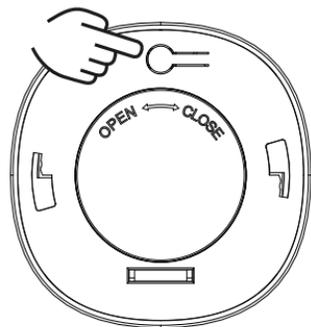

图4
打开APP,选中Zigbee网关,点击添加子设备,然后长按设备对码键5秒(如图4),LED红色指示灯连续闪烁,设备重置,自动向Zigbee网关发送入网请求,Zigbee网关确认后,即可完成入网,并在APP上提示设备添加成功。
3. 工作通电: 用手逆时针旋转打开产品电池盖, 放入CR2450纽扣电池, 并装回电池盖, 产品即可上电使用(如图4)。